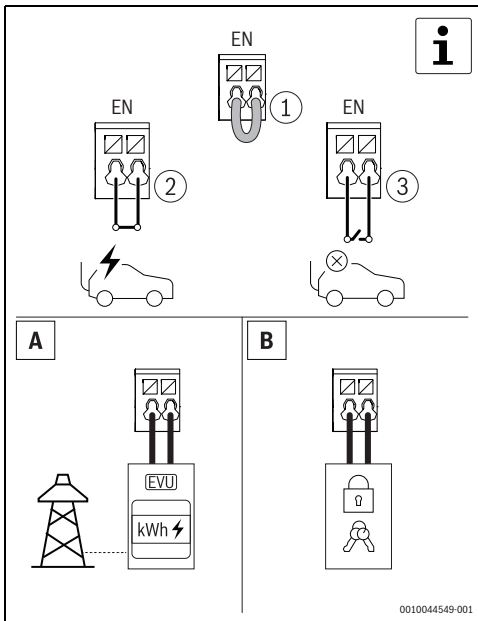

Bild 23 Optionaler Digitaleingang
- ▶ Die Power Charge 7000i mit der RFID-Karte, der App oder über die externe Sperreinrichtung entsperren. Dieser Schritt ist optional (→ Abb. 23 und 6.1.5, Seite 19).